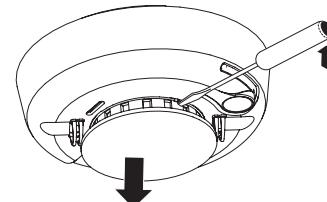

Figure 4. Dépose du couvercle du détecteur de fumée
- Insérer un tournevis à lame plate dans la fente du couvercle du détecteur et pousser doucement la poignée du tournevis vers le bas pour faire levier et soulever le couvercle pour le retirer. Voir la figure 4.